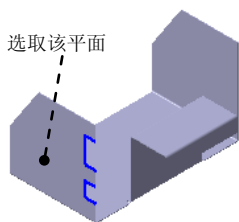

图 8.9.18 法向除料特征 2
(4) 单击  按钮，完成特征的创建。
Step9. 创建图 8.9.18 所示的法向除料特征 2。
(1) 选择命令。在“主页”功能选项卡“钣金”工具栏中单击  按钮，选择  法向除料 命令。
(2) 定义特征的截面草图。
① 选取草图平面。在系统  的提示下，选取图 8.9.18 所示的模型表